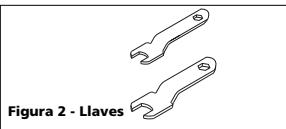

Figura 2 - Llaves
- Ajuste firmemente el mandril portapièza con llaves (incluidas con algunos modelos) (Vea la Figura 2 & 3). Aplique una llave a la tuerca del mandril y la otra al eje. Gire la llave de la tuerca del mandril hacia la derecha, mientras al mismo tiempo gira la otra llave en la dirección opuesta. Asegúrese de que el vástago no quede posicionado incorrectamente.